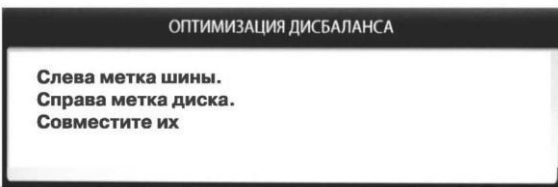
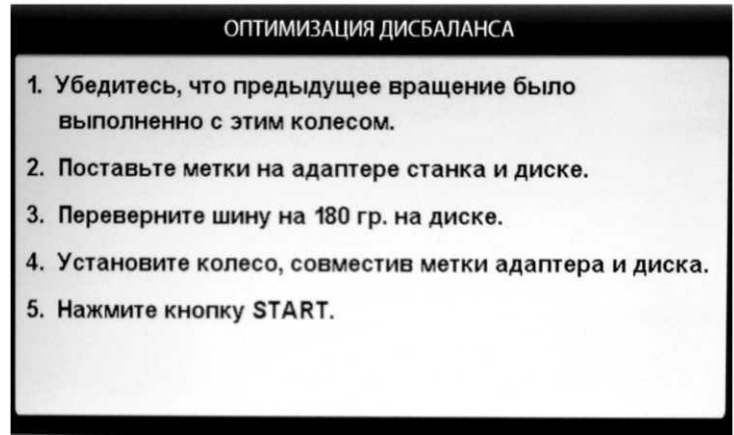

рис.15.3
рис.15.2
кнопку 3, после чего на экране монитора появится окно (рис. 15.2). Далее выполните операции согласно указаниям в окне (рис.15.2).
15.3. После выполнения п.5 в окне рис.15.2 на экране монитора появится окно (рис 15.3), а на индикаторах 1 отобразится величина статического дисбаланса колеса, а на индикаторах 4 - величина дисбаланса колеса, которую можно получить после завершения программы Opt. Поставьте метки на шине и диске согласно указаниям в окне рис.15.3.